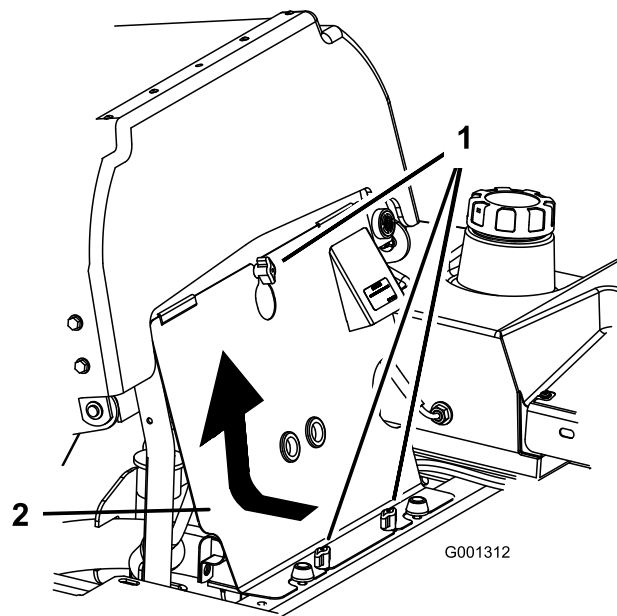

Figure 42
1. Basculez le siège en avant et déposez le panneau avant du moteur (Figure 42).